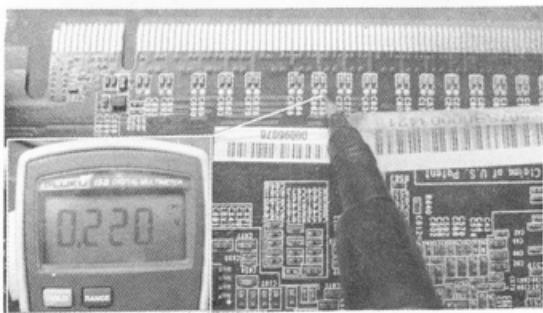

图 5-15 正常数值 220
(2) 测量显卡的供电，时钟都没问题，开始打 PCI-E 总线的值（反面要量电容靠近 GPU 一端），正常值为 220，如图 5-15 所示。